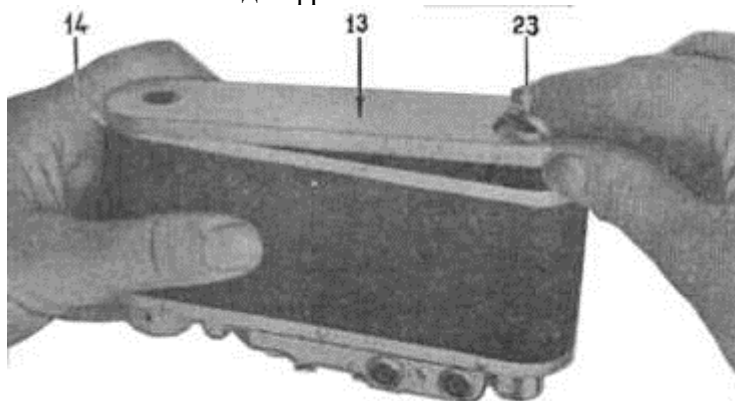

Рис. 2
23. Замок на нижней крышке (не виден, см. рис. 2).
Возьмите камеру так, как показано на рис. 2. Поднимите дужку замка 23 и поверните ее против часовой стрелки² на пол-оборота, чтобы стрелка замка указывала на знак «Открыто».